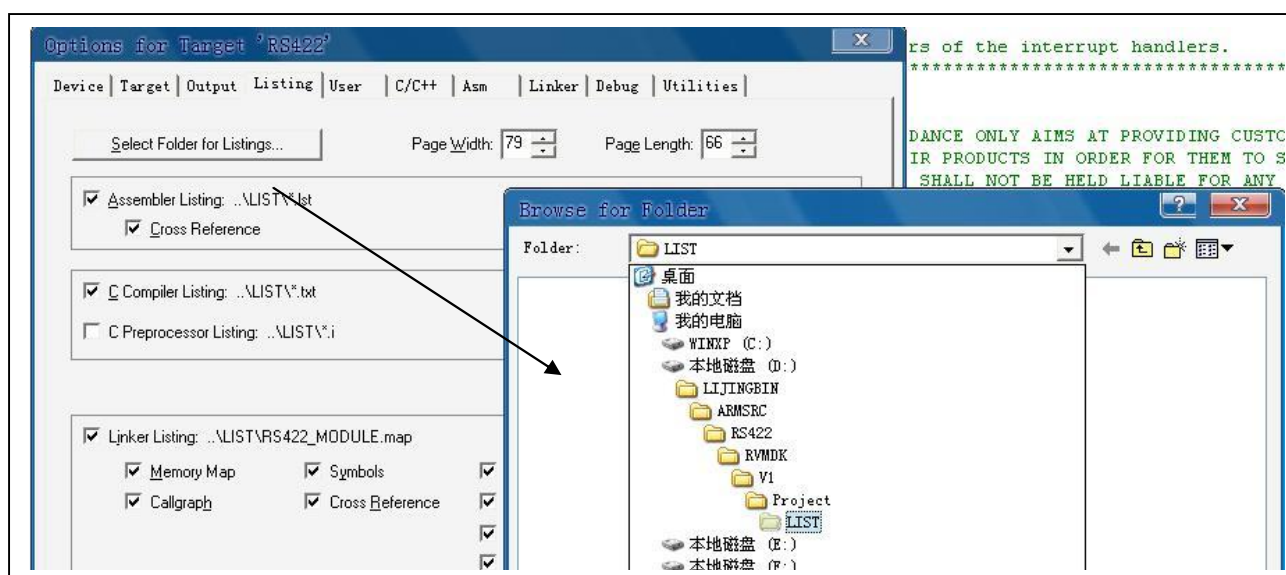

图 13
6.3 选择顶层的“Listing”页，进入“Listing”设置页，点击下面的“Select Folder for Listings...”按钮，选择目录“V1” è “Project” è “LIST”目录为list文件生成目录（见图 13）。